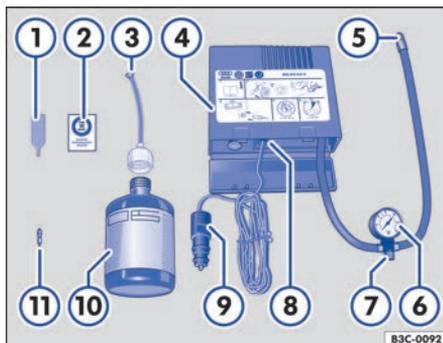

Fig. 219 Representación esquemática: componentes del kit reparapinchazos.
El kit reparapinchazos se encuentra en el maletero, debajo del recubrimiento del piso. Se compone de los siguientes elementos → fig. 219:
12. Pegue el adhesivo → fig. 219 ② del kit reparapinchazos en el tablero de instrumentos dentro del campo de visión del conductor.
- Desenrosque el obús de la válvula con el desmontaobuses → fig. 219 ① y deposítelo sobre una superficie limpia.
- Agite enérgicamente la botella de sellante → fig. 219 ⑩ unas cuantas veces.
- Enrosque fijamente el tubo de llenado → fig. 219 ③ en la botella de sellante en el sentido de las agujas del reloj. El precinto de la boca de la botella se perfora automáticamente.
- Retire el tapón del tubo de llenado → fig. 219 ③ e introduzca el extremo abierto en la válvula del neumático por completo.
- Enrosque nuevamente el obús en la válvula del neumático con ayuda del desmontaobuses → fig. 219 ①.
- Enrosque fijamente el tubo de inflado → fig. 219 ⑤ del compresor de aire en la válvula del neumático.
- Compruebe que el tornillo de descarga de aire → fig. 219 ⑦ esté cerrado.
- Enchufe el conector → fig. 219 ⑨ en una toma de corriente de 12 voltios del vehículo → pág. 167.
- Encienda el compresor de aire con el conmutador de encendido y apagado → fig. 219 ⑧.
- Deje el compresor en funcionamiento hasta alcanzar una presión de 2,0 a 2,5 bares (29-36 psi/200-250 kPa) → ⚠. **No lo deje funcionar más de 8 minutos** → ⑩.
Vuelva a enroscar el tubo de inflado → fig. 219 ⑤ y compruebe la presión de inflado del neumático en el indicador ⑥.